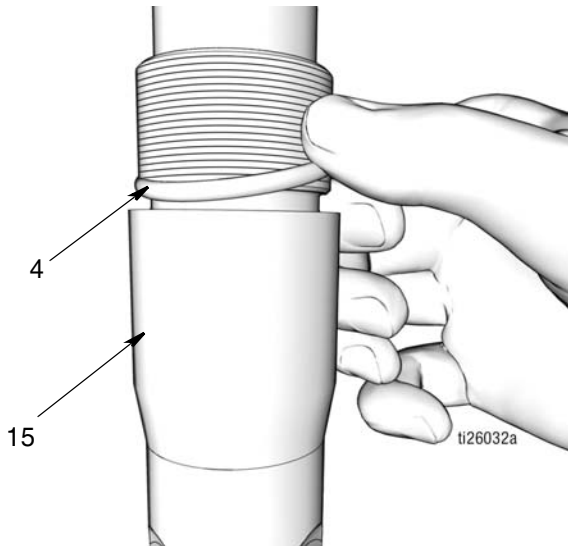

FIG. 43
- a. Utiliser un chiffon propre pour essuyer le clapet anti-retour de sortie (15) et supprimer toute saleté ou tout contaminant. Examiner la surface et rechercher d'éventuels rayures ou dégâts. Remplacement des pièces endommagées.
- b. Appliquer une mince couche de graisse sur le joint torique (4). Monter le joint torique sur le clapet anti-retour de sortie (15) (FIG. 43).